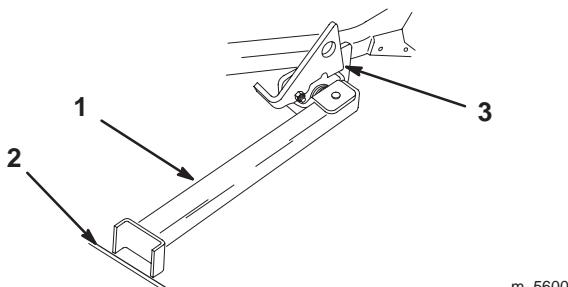

Figure 26
4. Posez le pied du support sur le sol et appuyez le verrou sur la languette de pivot (Fig. 26).
**Remarque :** Pour de meilleurs résultats, placez le pied du support dans des anfractuosités du trottoir ou du gazon (Fig. 26).
6. Montez la machine sur le support. Arrêtez-vous quand le verrou retombe sur la languette en position verrouillée (Fig. 26). Lorsque la machine est sur le support, serrez le frein de stationnement et arrêtez le moteur.